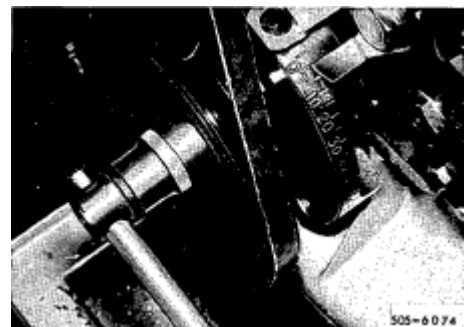

Fig 05
*For å få kammene i korrekt stilling, for kontroll/justering, skal motoren kun dreies i driftsretningen med spesialverktøy på veivakselen (fig 05).*